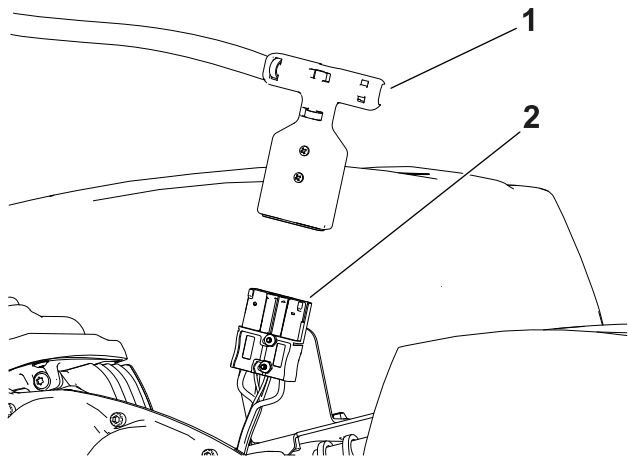

Figura 26
4. Desconecte el conector en T del arnés de cables principal en el conector del suministro eléctrico principal situado en la base de la batería (Figura 26).